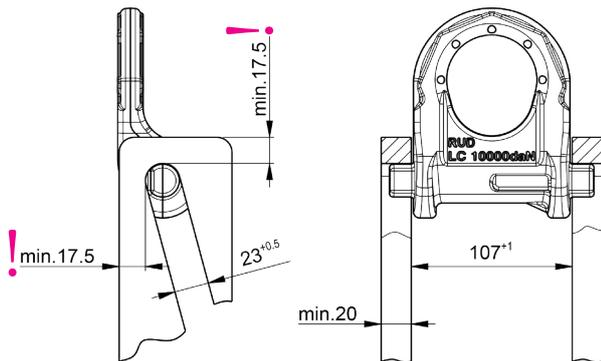

Abb. 7: Mindestquerschnitte für den Einbau (Kulisse)
- Beachten Sie die Mindestquerschnitte der Anschlussbleche (vgl. Abb. 7).